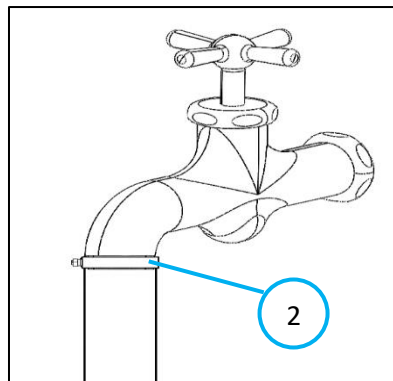

Fig. 3
2. Fixez l'entrée du tuyau à un robinet en poussant son extrémité en caoutchouc sur le robinet et en serrant le collier de serrage (Fig. 3).